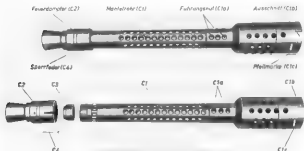

Abb. 4. Mantel (C) mit Einzelteilen
Zum Mantel (C) gehören folgende Einzelteile (Abb. 4):